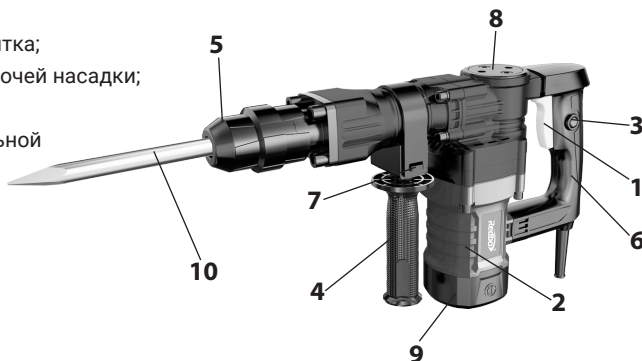

рис.1
6. Общий вид отбойного молотка представлен на рис. 1
Включение/выключение молотка: включение молотка осуществляется нажатием на выключатель (рис.1 поз.1). При отпускании выключателя, отбойный молоток автоматически выключается.
Для продолжительной работы выключатель фиксируется кнопкой (рис.1 поз.3). При повторном нажатии на выключатель, выключатель и кнопка фиксации возвращаются в исходное положение.